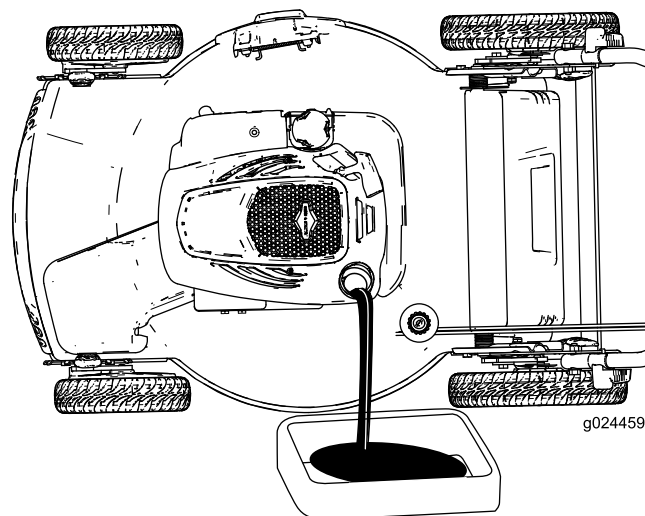
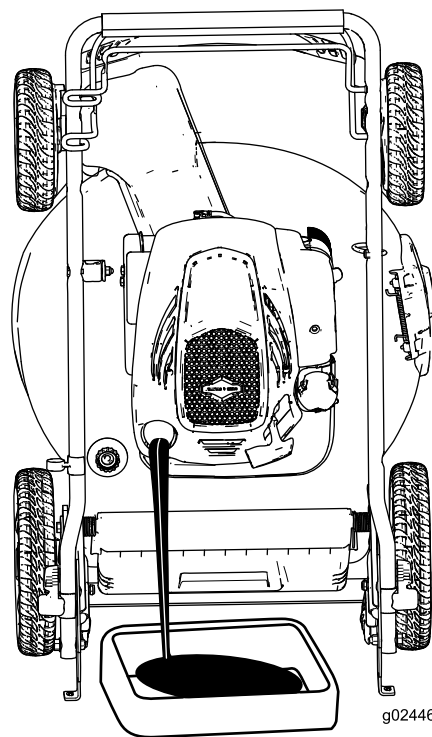

Figure 24
Figure 25
4. Basculez la machine sur le càtà en plaànant la jauge en bas (Figure 24) ou levez la machine en position verticale de remisage (Figure 25; voir Remisage de la machine en position verticale (page 14)) pour vidanger l'àhuile usagàe par le tube de remplissage d'àhuile.